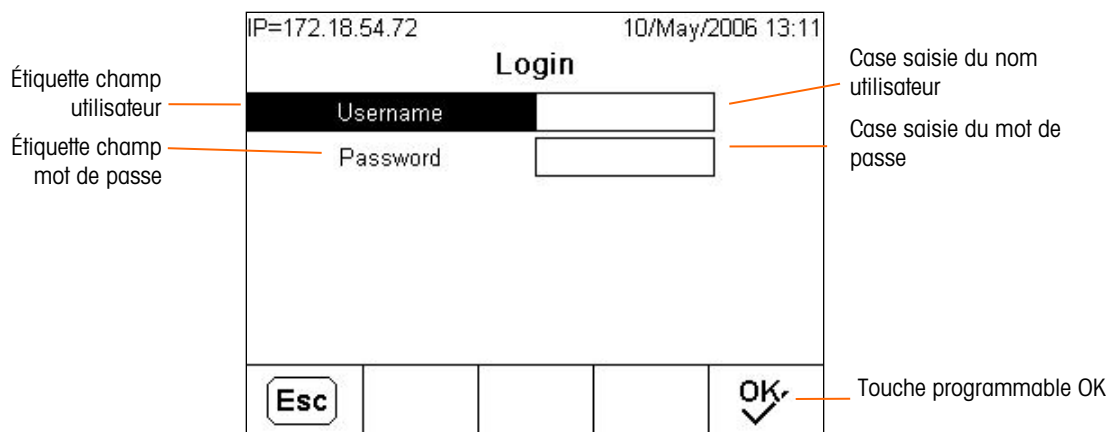

Figure 3-1 : Écran de connexion
- Si un mot de passe est attribué à l'administrateur par défaut (admin) et à l'opérateur par défaut (anonyme) et que vous appuyez sur la touche programmable Configuration, l'écran Ouverture de session Figure 3-1) s'affiche. Utilisez le nom d'utilisateur et le mot de passe appropriés pour ouvrir une session soit comme Administrateur (pour apporter des modifications) soit comme Opérateur (pour visualiser les paramètres de configuration).
Vous pouvez accéder à la configuration du terminal IND780 via la touche programmable CONFIGURATION . Si la sécurité par mot de passe a été activée, un écran de connexion (Figure 3-1) s'affiche vous permettant de saisir le mot de passe et de poursuivre les opérations de configuration. (Voir la section sur la sécurité du Chapitre 2, **Fonctionnement**, ainsi que les sections sur les Options de configuration, Terminal, Utilisateurs de ce chapitre pour de plus amples informations sur la configuration d'un mot de passe et la sécurité). Pour revenir à l'écran d'accueil sans saisir d'informations d'ouverture de session, appuyez deux fois sur la touche programmable ECHAP .